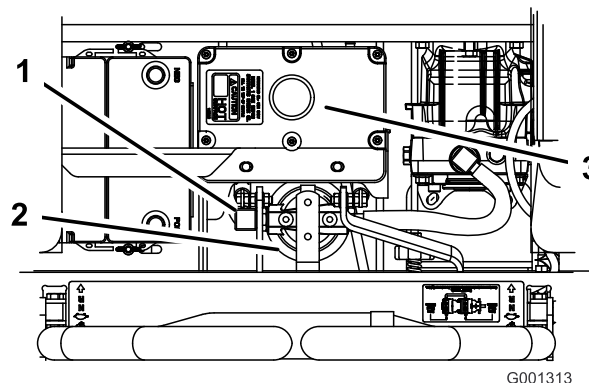

Figura 93
4. Retire a linha hidráulica direita que vem com o adaptador (Figura 93).
6. Instale a linha hidráulica direita no adaptador (Figura 93).